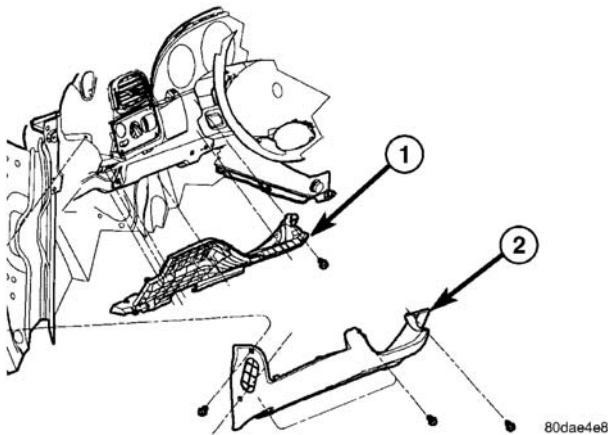

图 13 下转向管柱盖
- (1) 将固定下转向管柱盖至仪表板的 4 个螺钉卸下（图 13）。
- (2) 从车辆卸下下转向管柱盖。
- (1) 将下转向管柱盖安装至车辆（图 13）。
- (2) 安装将下转向管柱盖固定至仪表板的 4 个螺钉。
- (1) 拆下下转向管柱盖（参见23—车身/仪表板/转向管柱开口盖—拆卸）。
- (2) 从停车制动释放手柄拆下停车制动释放手柄拉线。
- (3) 拆下将下转向管柱支撑板固定至仪表板的螺钉（图13）。
- (4) 从下转向管柱支撑板解开数据链路接头（DLC）。
（1）将转向管柱盖支撑板安装到车辆上（图13）。